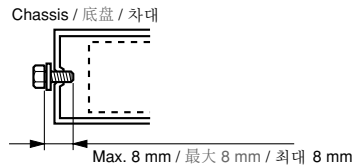

Figure 3 / 图 3 / 그림 3
- Use the enclosed screws for installation. Using other screws can cause damage. (Figure 3)
- 请使用附带的螺丝进行安装。使用其他螺丝可能引起故障。（图3）